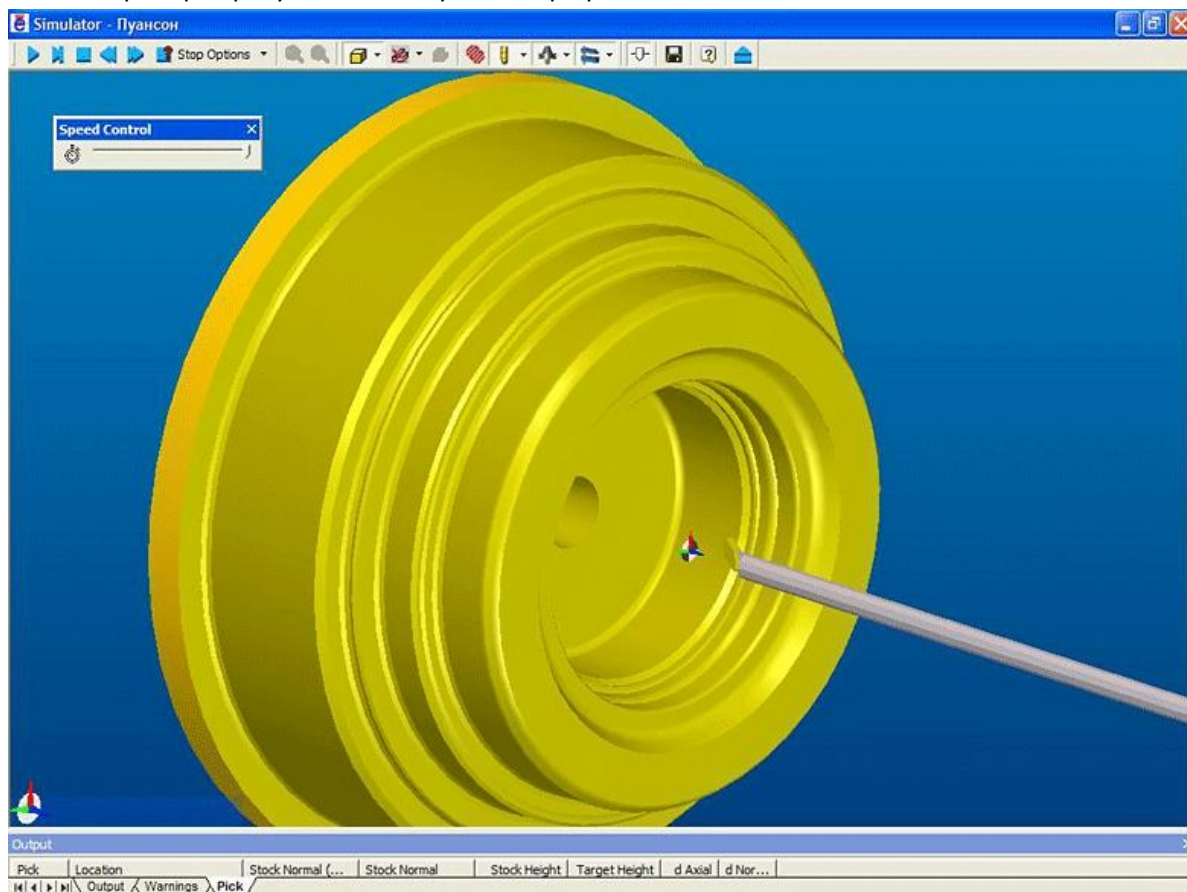

Рис. 8. Edgescam. Проверка результата в визуализаторе.
8. Проверка результата в визуализаторе рис. 8